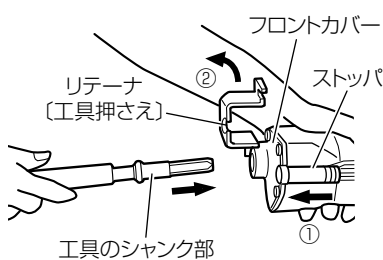

図 3
- (1) ストップを矢印①の向きに押し、リテーナ [工具押さえ] を矢印②の向きに回転させます。次に工具のシャンク部をフロントカバーの六角穴へ一杯にさし込みます。（図 3）
- (2) ストップを矢印①の向きに押しリテーナを元に戻して工具が抜けないようにしてからストップをはなします。